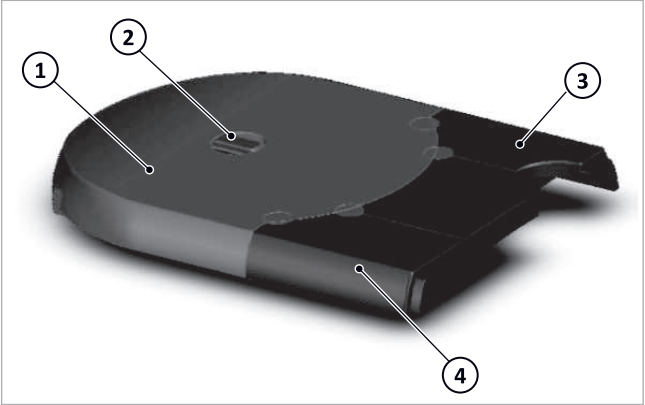
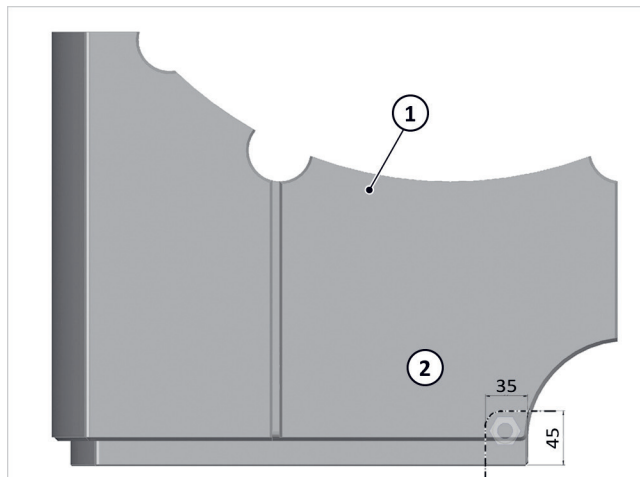

Fig. 118: Aislamiento superior de SolvisBen
Fig. 122: En caso necesario, corte y separe el paso de la tubería de gas
- Retire hacia arriba el aislamiento superior de la estación de agua caliente sanitaria → fig. 118 (4) y de la estación de circuito de calefacción → fig. 118 (3).
- Agarre el aislamiento del recipiente → fig. 118 (1) y con una cuchilla afilada separe con cuidado los cuatro tapones unidos por espuma de la estación de agua
- 4.** Coloque el aislamiento del recipiente superior → fig. 118 (1) en el recipiente.
- en los laterales izquierdo y derecho (1)
- en la parte central posterior (2)
- en la parte central anterior (3)
- 6.** Coloque el aislamiento superior de la estación de circuito de calefacción → fig. 118 (3).
- 7.** Al instalar el conducto de gas hacia arriba, corte y separe el aislamiento superior de la estación de agua caliente sanitaria (1, véase también → fig. 118 [4]) antes de colocarlo según → fig. 122 (o la plantilla adjunta).
- 1.** Coloque todo el aislamiento superior montado → fig. 118 (1+2+3+4) en el recipiente.